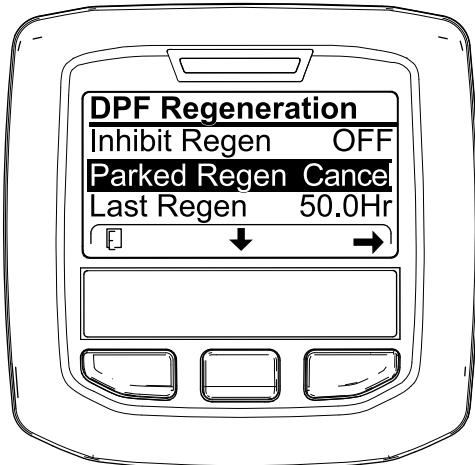
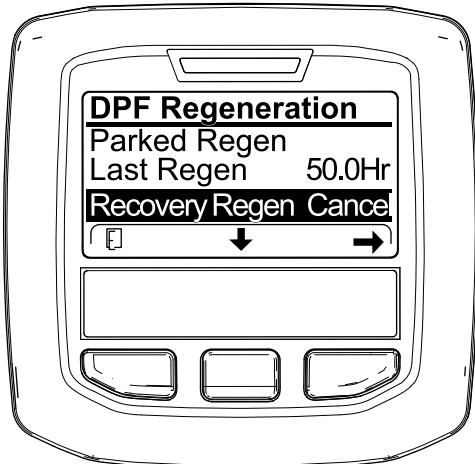

Figure 64
Figure 65
1. Ouvrez le menu DPF Regeneration (régénération du FAP) (Figure 64).
2. Appuyez sur le bouton central pour naviguer jusqu'à l'option PARKED REGEN CANCEL (Figure 64) ou RECOVERY REGEN CANCEL (Figure 65).
3. Appuyez sur le bouton droit pour sélectionner l'option Regen Cancel (annulation de régénération) (Figure 64 ou Figure 65).